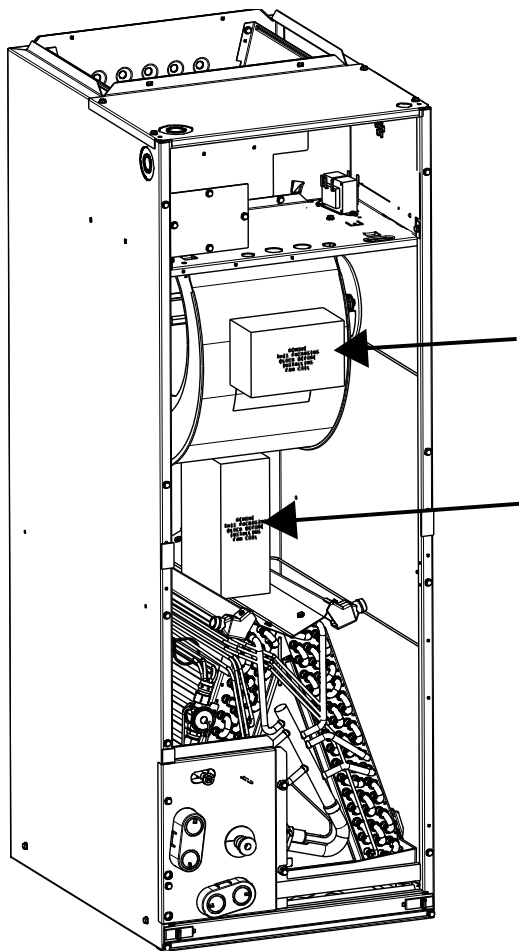

Fig. 1: Retire los bloques de envío
**NOTA:** Se deben quitar los bloques de envío que sostienen la carcasa del ventilador durante el transporte (Fig. 1).